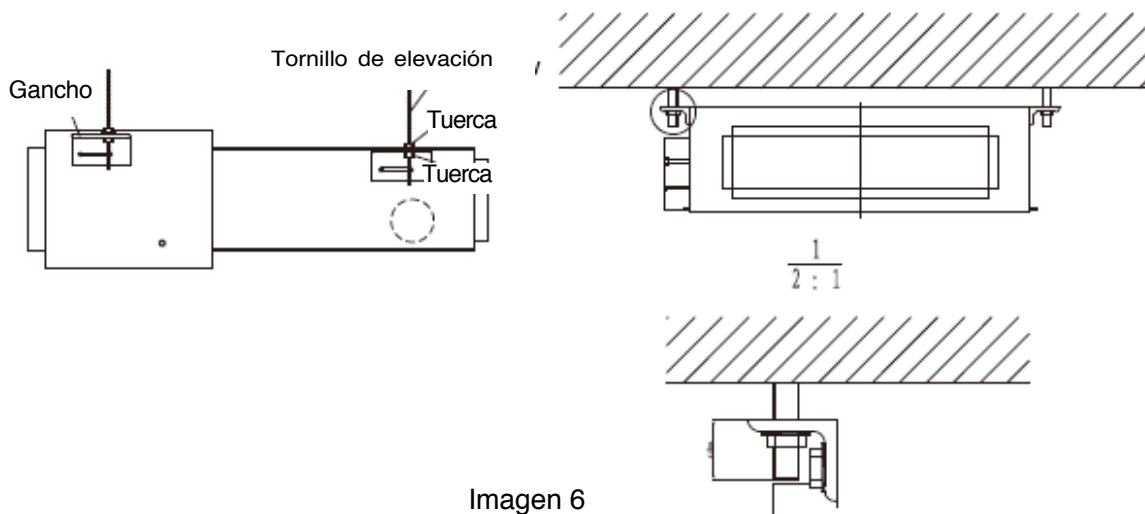

Imagen 6
- Instale la unidad interna en el cielorraso (refiérase a la Imagen 6)